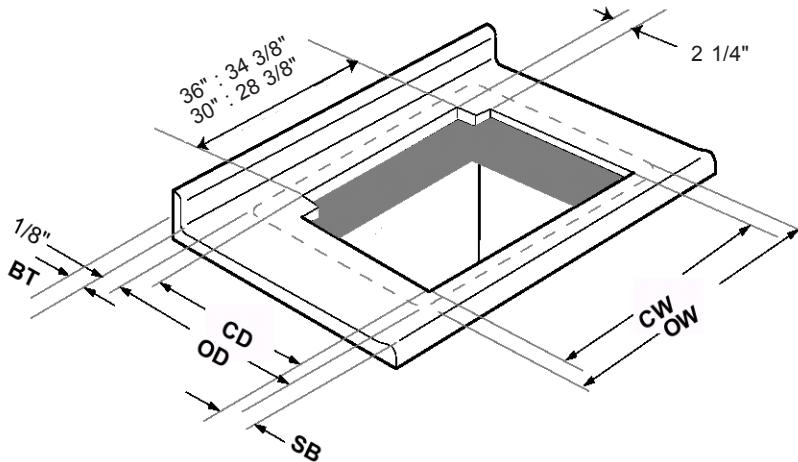

Figura 8
B. INSTALACIÓN CON PARRILLA DE OTRA MARCA (Figura 8)
Ver la Figura 8 para anchos del recorte DHD y las definiciones de las dimensiones.
6. **Cortar la cubierta utilizando dimensiones:** CD, CW y SB como se definen en la Figura 8.